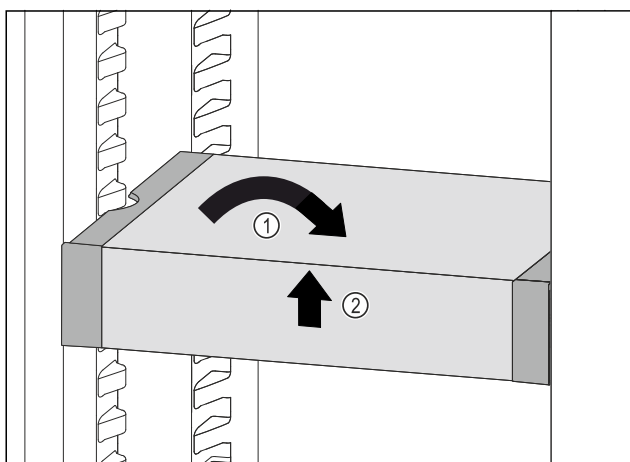

Fig. 123
- ▶ Изправете VarioSafe. Fig. 123 (1)
- ▶ Повдигнете VarioSafe отпред. Fig. 123 (2)